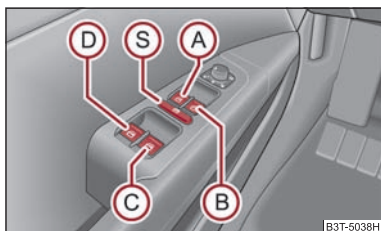

Fig. 40 Tastele din portiera șoferului
Comutatoarele pentru fiecare geam se găsesc în cotiera conducătorului ⇒ fig. 40, pasagerului din dreapta și în ușile din spate ⇒ pagina 53, fig. 41
Apăsând comutatorul de siguranță **S** ⇒ fig. 40, puteți scoate din funcțiune tastele din portierele din spate. Apăsând încă o dată comutatorul de siguranță **S**, puteți restabili funcționarea tastelor din portierele din spate.
- Când se transportă copii pe locurile din spate, vă recomandăm să scoateți din funcțiune comutatoarele din portierele din spate (comutatorul de siguranță **S**) ⇒ fig. 40.